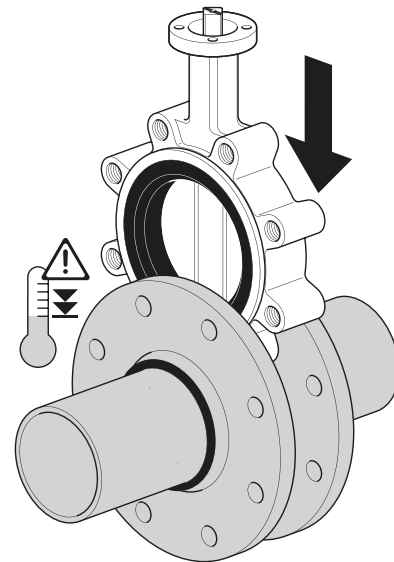

Fig. 27.
- Laissez complètement refroidir les composants de tuyauterie avant de réinsérer le corps de vanne. (Fig. 27)